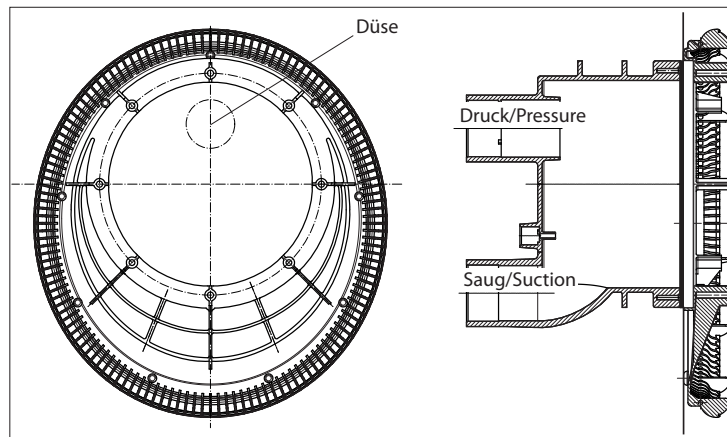

Abb. 10
3. Ansauggehäuse (107) am Spannring aufsetzen. Auf Einbaulage achten (Abb. 10).
4. Das Düsengehäuse (102.1) am Einbaugeschäuse (1) ansetzen.
5. Pneumatikschläuche und Kabel des Scheinwerfers durch den Schutzschlauch (14) führen und mit Kabelverschraubung (20) abdichten.
6. Luftleitung mit Klemme (8) am werkseitig montierten Luftregler (21) befestigen.
7. Das kpl. Düsengehäuse (102.1) mit 4 selbstschneidenden Schrauben (95) am Einbaugeschäuse (1) befestigen.